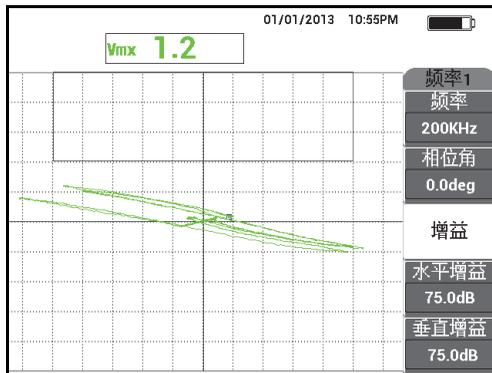

图 5-55 信号在屏幕宽度方向上延伸
3. 以前后运动的方式扫查标准试块, 按增益键 ( **dB** ), 然后使用旋钮调节信号波幅, 直到信号延伸到屏幕宽度的约 80 % 的位置 (参见第 156 页的图 5-55)。